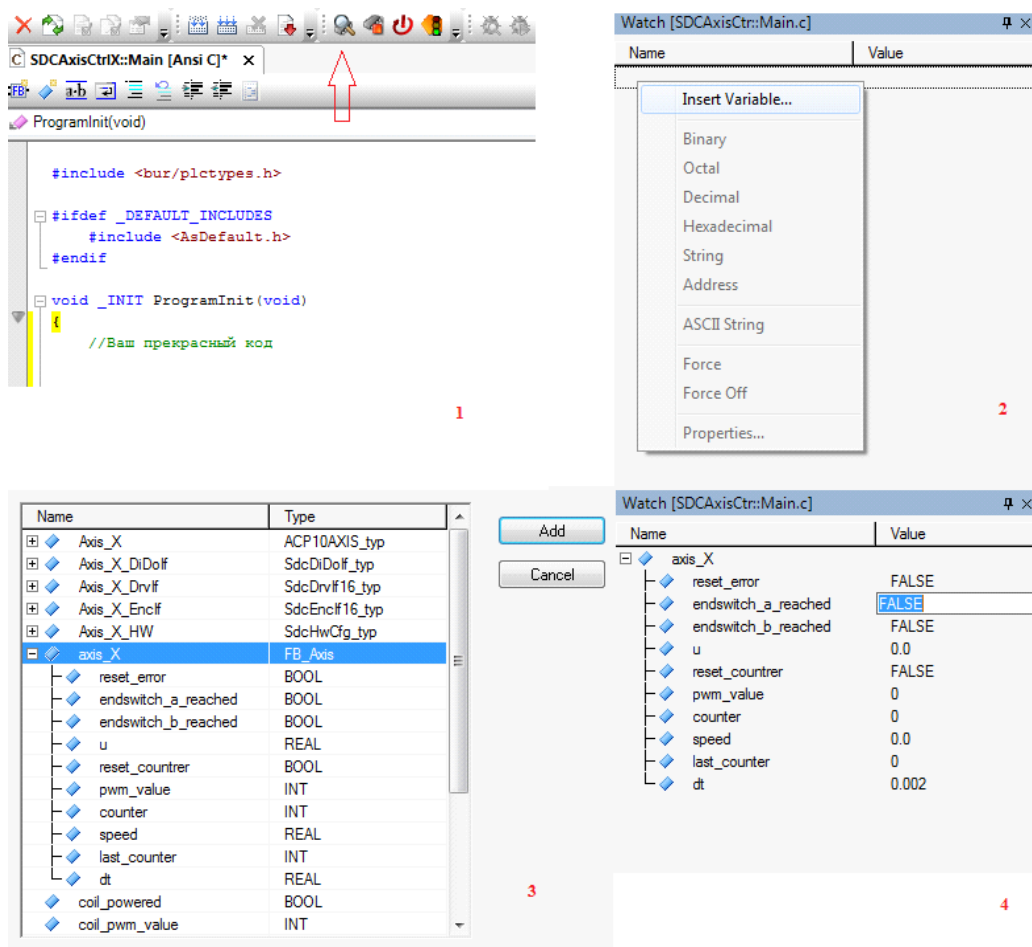

Рис. 8 Изменение значений в режиме мониторинга
- б. Производить изменение значений `endswitch_a_reached` или `endswitch_b_reached` посредством опции `monitor` (см. Рис. 8.)